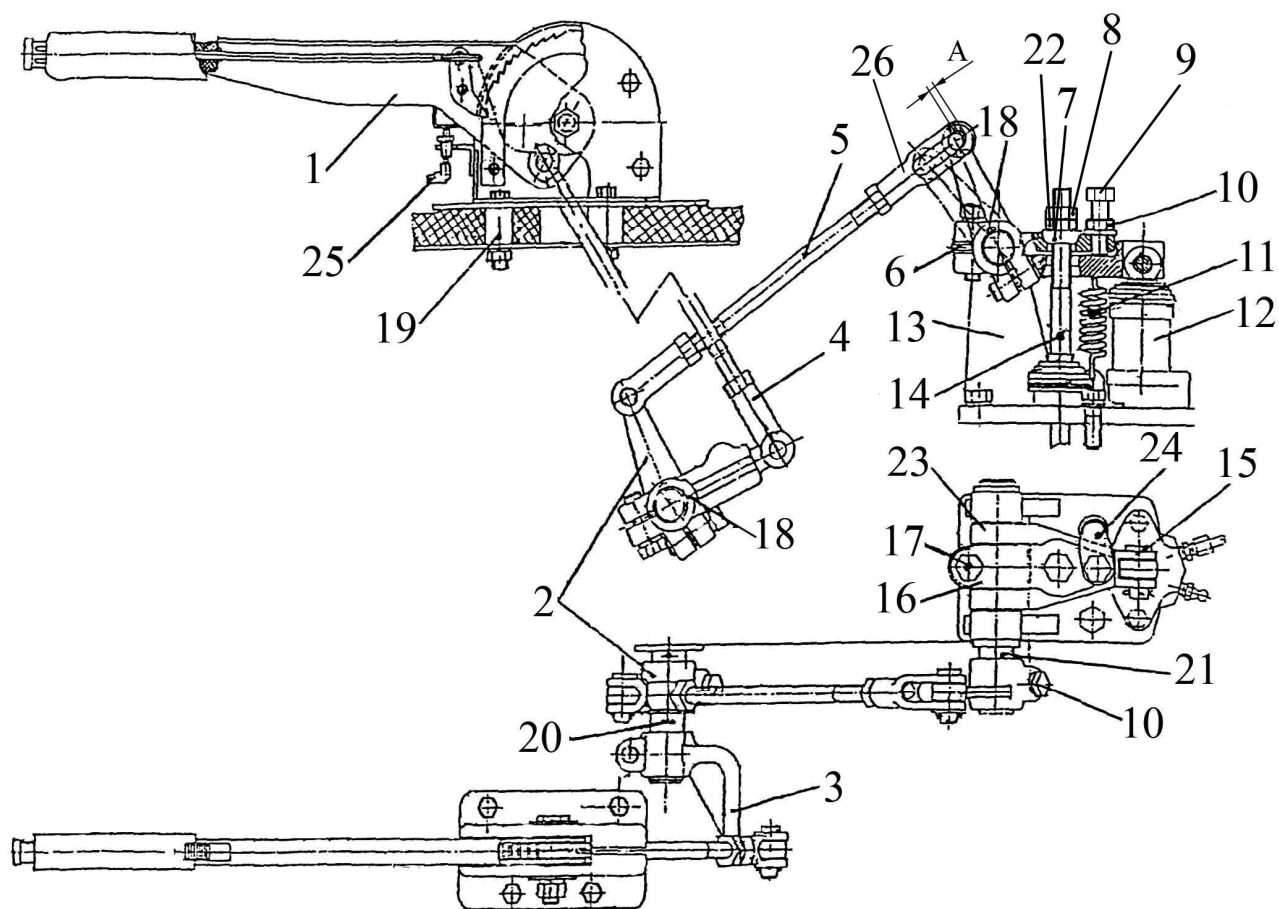
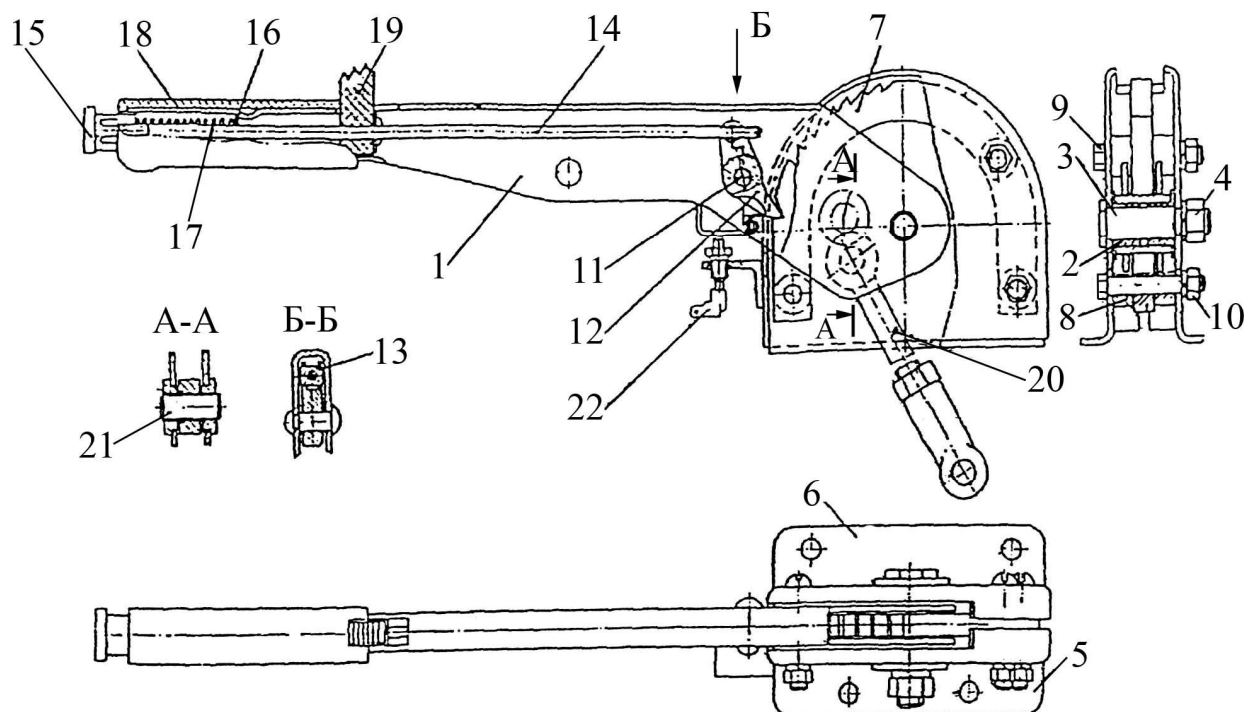

Рис. 5.7-4 Управление тормозами
Рис. 5.7-5 Ручной привод
Управление тормозами включает ручное управление рычагом 1 (рис. 5.7-4) через систему тяг и рычагов и
Механизм привода тормоза (рис. 5.7-4) состоит из кронштейна 13, внутреннего рычага 16, установленного на валике 21 на круговой шпонке 6, затянутого болтом 17, регулировочного болта 9 с контргайкой 10, рычага 23 со втулками, сидящего свободно на валике 21
5.7.1.3 Механический, независимый ручной привод (рис. 5.7-5) состоит: из рычага 1, установленного на втулках 2 на оси 3, затянутого гайкой 4 в
Тяга 20 (рис. 5.7-5) соединена с рычагом 3 (рис. 5.7-4), установленным на шпонке на валике 20.
Рычаг 1 (рис. 5.7-5) в сборе с кронштейном закрепляется на полу кабины с помощью четырех болтов.
Поршень рабочего цилиндра давлением жидкости перемещается и через шток, соединенный с рычагом 23 (рис. 5.7-4) посредством пальца 15 поворачивает рычаг 23, который, упираясь в носок
Поршень рабочего цилиндра реверса давлением жидкости перемещается и через шток, соединённый с рычагом 32 (рис. 5.7-2) посредством пальца 23 поворачивает валик тормозов 20 (рис.5.7-4), который через промежуточные тяги 5 воздействует на механизмы привода тормозов прямого хода, затягивая нажимными дисками тормоз.
3. Заверните болты 9 (рис. 5.7-4) так, чтобы носок болта выступал ниже нижней плоскости рычага 16 на 2...3 мм и зафиксируйте их контргайками;
1. Изменением длины тяг 5 (рис. 5.7-4) обеспечьте зазор А между пальцем и торцом прорези вилки 26 тяги 5 для левого тормоза ($4+0,5$) мм, для правого ($2+0,5$) мм.
2. При затяжке тормоза рычагом вытяжного механизма 1 (рис. 5.7-4) усилием ($350+10$) Н фиксатор 12 (рис. 5.7-5) рычага должен фиксироваться во впадине четвертого-пятого зуба сектора 7.